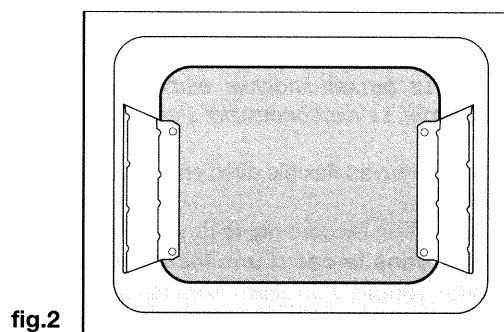
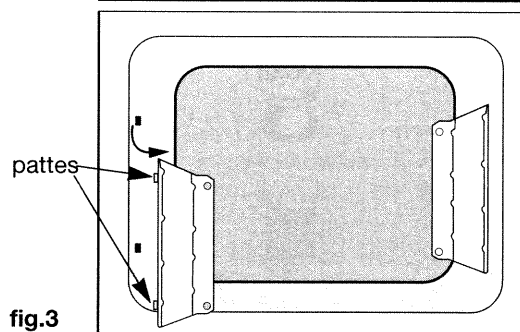

fig.2
fig.3
2. Dévissez les 2 vis maintenant chacune des parois latérales (**fig.2**). Retirez les parois en les faisant pivoter autour des pattes de maintien situées à l'avant de la cavité (**fig.3**).